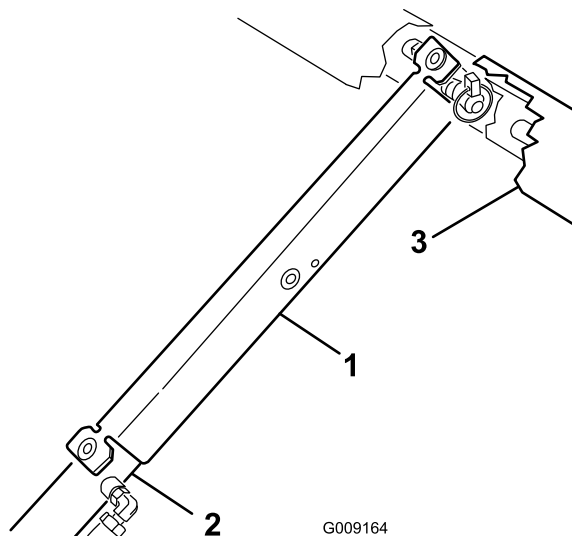

Bild 2
Zylindertrommel und auf dem Ende der Zylinderstange aufliegen (Bild 2).
- Entfernen Sie die Ladepritschenstütze von der Zylinderstange und nehmen Sie die Stütze (Bild 2) ab, siehe „Vorbereiten der Kitinstallation“.